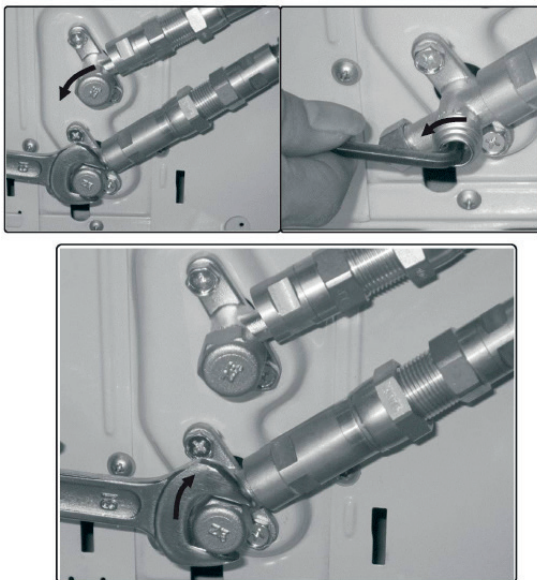

Fig. 6.6
6. Entfernen Sie nun die Abdeckung des unteren Ventils mithilfe eines 19-mm-Schraubenschlüssels. Öffnen Sie das Ventil, indem Sie es mit einem 5-mm-Inbusschlüssel so weit wie möglich im Gegenuhrzeigersinn drehen. Das Ventil ist nun offen. Sollte das Ventil nicht vollständig geöffnet sein, so funktioniert das System möglicherweise nicht richtig und kann es beschädigt werden. Schrauben Sie die Abdeckung wieder auf das untere Ventil und ziehen Sie es fest, um sicherzustellen, dass es richtig abdichtet. Siehe Abbildung 6.6..